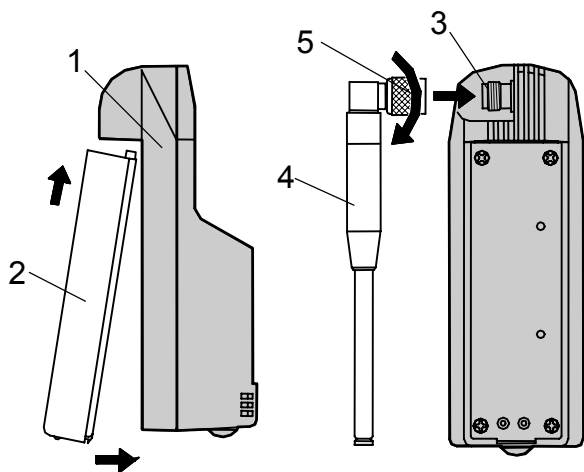

Рис. 2
Перед началом эксплуатации усилителя необходимо выполнить следующие подготовительные операции (см. рис. 2):
- Подсоедините к усилителю аккумуляторную батарею (см. рис. 2).